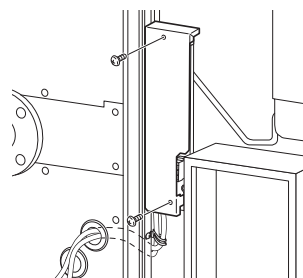

図 25
- ⑥ 端子台ボックスのカバーを取り付けてください。固定したカバーに各種配線が接触したり、配線を挟み込むことのないようにご確認ください。(図 25)